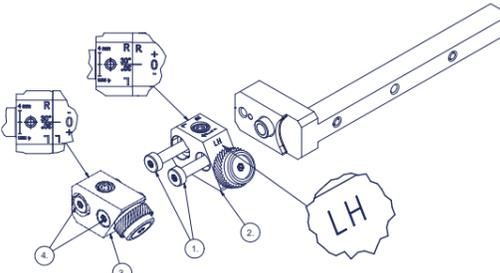
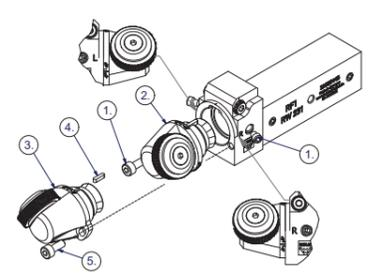

Abb. 8: 231LD Umbau von R nach L
Abb. 9: 231KD Umbau von R nach L
Beachte: Bei der Senkschraube der LD-Variante (Abb. 1, Pos. 7) handelt es sich um ein Links-Gewinde (LH) (Abb. 8).
Bei diesem Werkzeug kann der Werkzeugkopf modular um 180° gedreht eingebaut werden. Nachfolgende Punkte beziehen sich auf die Abläufe in Abbildung 8 bzw. Abbildung 9 und müssen genau beachtet werden.
- Serie 231 Langdreher (Abb. 8):**
- Serie 231 Kurzdreher (Abb. 9):**